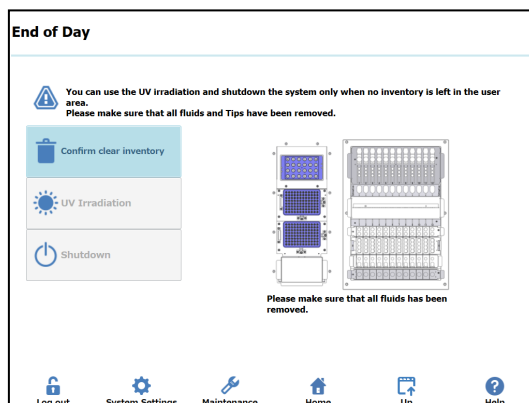

Figure 17 : Écran « End of Day » (Fin de journée)
26. Dans l'écran « Home » (Accueil), sélectionner « End of Day » (Fin de journée). L'écran suivant s'affiche (Figure 17).